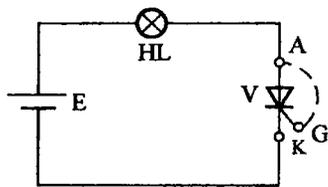

图 1-4 用灯泡判别晶闸管的好坏
(1) 用万用表测试。用万用表可判别晶闸管的三个电极及管子的好坏。将万用表打在 $R \times 1 \text{ k}\Omega$ 挡,测量阳极与阴极间正向与反向电阻,若阻值都接近无穷大,则说明阳极、阴极间是正常的;若阻值不大或为零,则说明管子性能不好或内部短路。然后将万用表打到 $R \times 10 \Omega$ 或 $R \times 1 \Omega$ 挡,测量门极与阴极间的正向与反向电阻,一般正向电阻值为数十欧以下,反向电阻值为数百欧以上。若阻值为零或无穷大,则说明门极与阴极内部短路或断路。测量门极与阴极间的正向与反向电阻时,不要用 $R \times 1 \text{ k}\Omega$ 或 $R \times 10 \text{ k}\Omega$ 挡,否则测试电压过高会将门极反向击穿。
(2) 用灯泡判别。如图 1-4 所示,E 采用 6~24 V 直流电源,小功率晶闸管也可采用 3 V 直流电源,灯泡 HL 额定电压不小于电源电压,但也不超过电源电压很多。如果连接好线路,灯泡即发亮,则说明晶闸管内部已短路;如果灯泡不亮,将门极 G 与阳极 A 短接一下即断开,灯泡一直发亮,则说明晶闸管是好的;如果 G、A 短接一下后灯泡仍不亮或只有在 G、A 短接时才发亮,G、A 断开后就熄灭,则说明晶闸管是坏的。